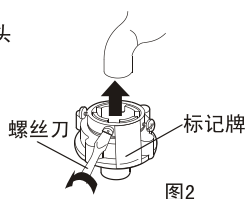
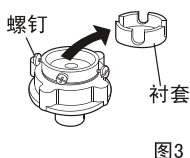

图2
图3
3. 将进水管接头四个螺钉松至可套在水龙头上为止, 然后将进水管接头套在水龙头上, 如图2。(如果水龙头口径偏大, 进水管接头套不上, 则松开四个螺钉, 取下衬套, 如图3)